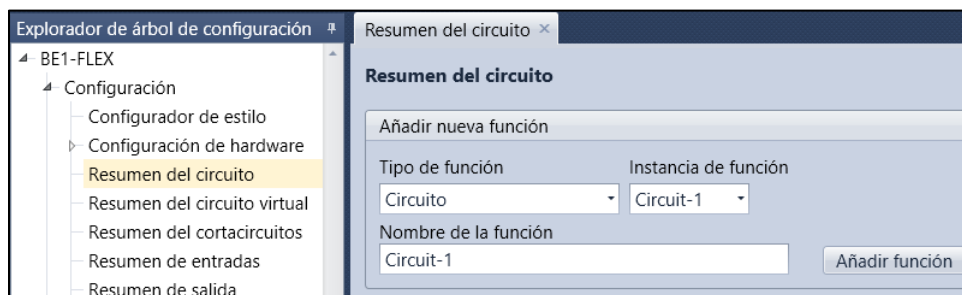

Figura 2-9. Pantalla de resumen del circuito
- Paso 6: En el Explorador de ajustes, haga clic en ">" al lado de BE1-FLEX. Esto expande los submenús en el árbol. Ahora seleccione Resumen del circuito. Edite el Nombre de función en "Alimentador" y seleccione Agregar función. Consulte Figura 2-9.